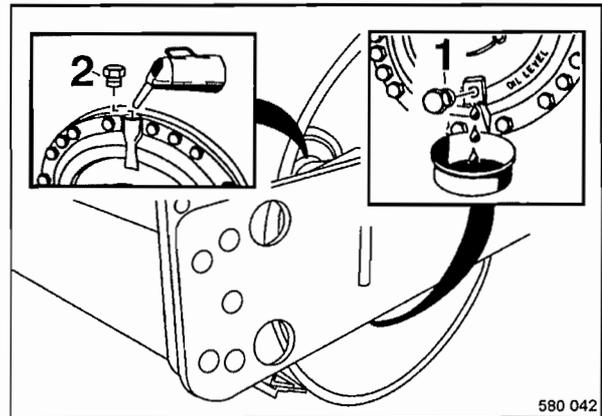

Fig. 89
- Desenroscar el tapón de control situado por abajo en el rodillo 1 (Fig. 89) y llenar con tanto aceite por la abertura de llenado hasta el aceite sale por la abertura de control (2).